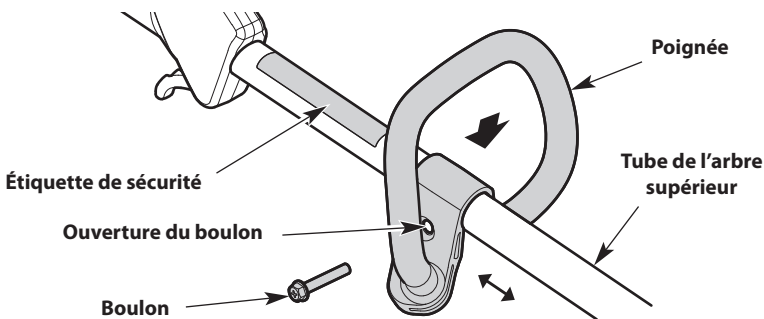

Fig. 10
1. Poussez le manche sur le tube supérieur de l'arbre (Fig. 10). Assurez-vous que l'ouverture du boulon font face vers la droite (Fig. 10).
2. Insérez le boulon dans son trou et poussez-le à travers (Fig. 10). Serrer la boulon avec un tournevis à tête plate, mais ne pas serrer la boulon complètement.
3. Maintenez l'unité en position d'utilisation (Fig. 15). Déplacez le manche vers le haut ou le bas sur le tube supérieur pour trouver une position confortable (Fig. 10). S'assurer que la poignée est placée au-delà de l'extrémité de l'étiquette de sécurité (Fig. 10).
1. Desserrer le boulon avec un tournevis à tête plate (Fig. 10).
2. Maintenez l'unité en position d'utilisation (Fig. 15). Déplacez le manche vers le haut ou le bas sur le tube supérieur pour trouver une position confortable (Fig. 10). S'assurer que la poignée est placée au-delà de l'extrémité de l'étiquette de sécurité (Fig. 10).